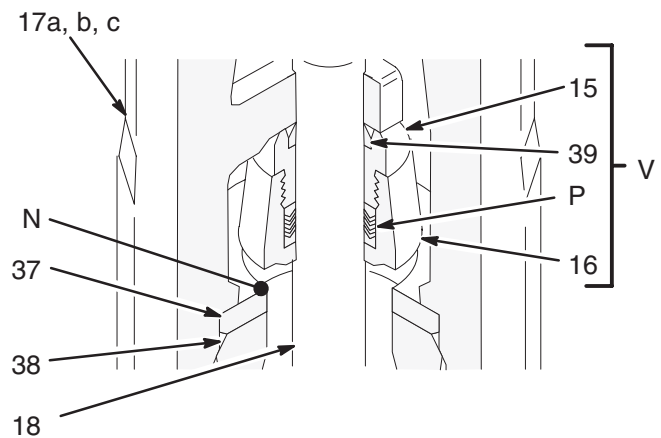
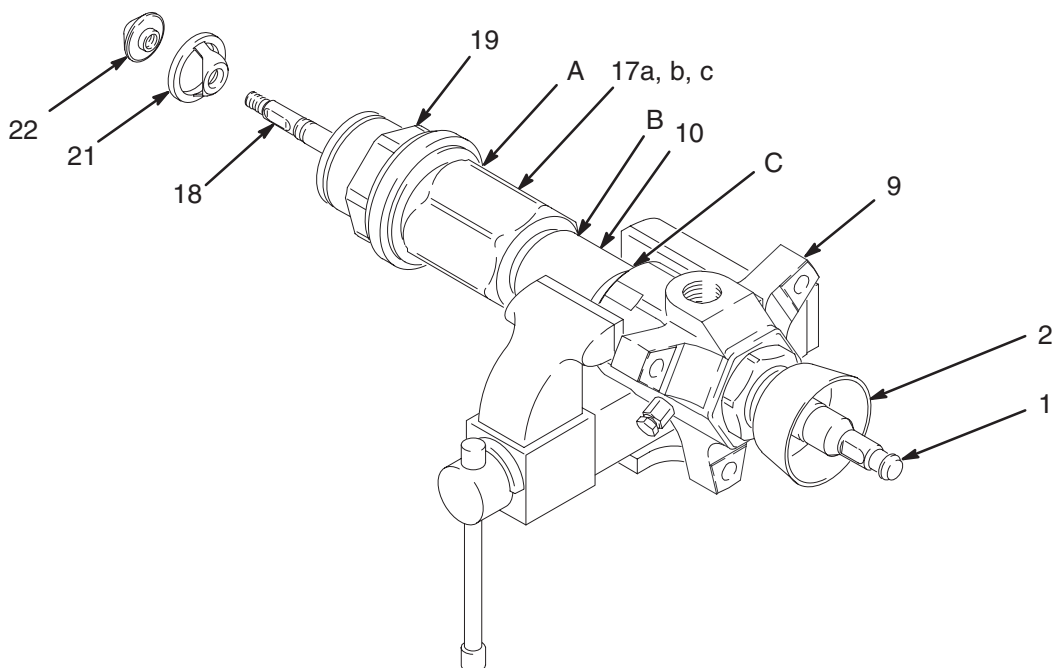
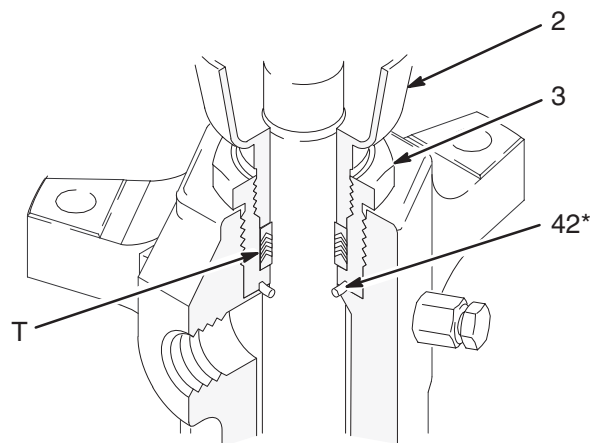

Abb. 7
Abb. 8
Abb. 10 Unterpumpe 236611 dargestellt
1. Unterpumpe wie auf Seite 18 beschrieben vom Motor abnehmen. Pumpe mit dem Auslassgehäuse (9) wie in Abb. 8 dargestellt in einen Schraubstock einspannen.
2. Die Schlüssel­flächen der Schöpfkolbenstange (18) mit einem verstellbaren Schlüssel halten und mit einem zweiten Schlüssel den Schöpfkolbensitz (22) von der Stange abschrauben. Schöpfkolben (21) von der Stange schieben. Innere und äußere Oberflächen des Kolbens (21) auf Kratzer, Verschleiß oder andere Beschädigungen untersuchen.
3. Packungsmutter (2) mit dem im Lieferumfang enthaltenen Schlüssel (109) lösen.
4. Mit einer Rohr­zange den Einlass­zylinder (19) vom Einlass­ventil­gehäuse (17) abschrauben. Die Pumpe kann sich an den Verbindungen A, B, oder C trennen. Siehe Abb. 8.
**HINWEIS:** Diese Anleitungen beschreiben den Fall, bei dem sich die Pumpe an der Verbindung A trennt. Wenn sie sich an den Verbindungen B oder C trennt, ist die Pumpe an diesen Verbindungen auseinanderzubauen und das Einlassgehäuse (17) in einen Schraubstock einzuspannen. Danach ist bei Schritt 5 fortzusetzen.
5. Einlassventilgehäuse (17) vom Zylinder (10) abschrauben. Gehäuse von der Pumpe abziehen. Der Einlass-Rückschlagventilsatz (V, siehe Abb. 7) sollte von der Schöpfkolbenstange (18) herunterrutschen, wenn das Gehäuse entfernt wird; ist dies nicht der Fall, mit einem Gummihammer fest auf das Gehäuse (17) klopfen, um es zu lockern.
- Einlass-Sitz (37) und Dichtung (38) von unten aus dem Einlassventilgehäuse (17) ziehen. Rückschlagventilsatz (V) nicht fallen lassen, wenn er herauskommt, und für die spätere Verwendung zur Seite legen. Siehe Abb. 7.
**ANMERKUNG:** Wenn sich der Sitz (37) nur schwer lösen lässt, einen Hammer und eine Messingstange von oben in das Gehäuse (17) geben und den Sitz damit hinaustreiben.
- Mit einem Gummihammer die Kolbenstange (1) und die Schöpfkolbenstange (18) aus dem Auslassgehäuse (9) und dem Zylinder (10) austreiben. Die äußeren Oberflächen der Stangen mit dem Finger auf Beschädigungen untersuchen.
- Die Packungsmutter (2) abschrauben. Das Packungsgehäuse (3) abschrauben und die Dichtung (42) entfernen. Halsringe und Packungen (T) entfernen. Siehe Abb. 10.
13. Zum Auseinanderbauen des Einlass-Rückschlagventilsatzes (V) den Einlassventilkörper (16) in einen Schraubstock einspannen und die Packungsmutter (15) abschrauben. Dichtung (39) von der Mutter entfernen und die Ringe und Packungen (P) vom Ventilkörper abnehmen. Die Oberflächen (N) von Einlassventilkörper (16) und Sitz (37) auf Beschädigung oder Verschleiß prüfen. Siehe Abb. 7 und 13.
**HINWEIS:** Die Dichtung (39) ist mit Press-Sitz in der Mutter (15) befestigt; daher muss sie möglicherweise aufgeschnitten werden, um sie entnehmen zu können.
14. Den Entlüftungsventilstopfen (20) vollständig vom Ventilkörper (29) abschrauben. Ventilgewinde und Entlüftungsbohrung reinigen. Der Ventilkörper muss dazu nicht aus dem Pumpenauslassgehäuse (9) entfernt werden.